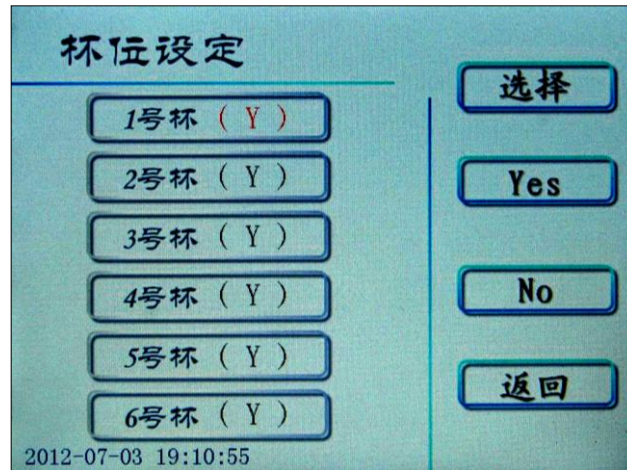

图 12 杯位设定页面
7. 在设置页面,按 杯位设定 键进入杯位设定页面(图 12,按 选择 键选择杯位号,按 Yes 或 No 键命令该杯位进行测定或不测定。